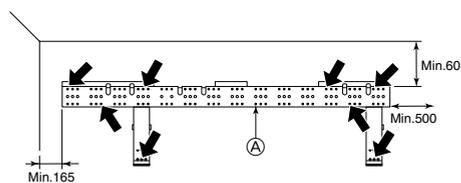

Fig. 3-4
- ▶ Väggfästet måste säkras på båda ändarna och i mitten om möjligt. Gör aldrig fast den på en enda plats eller på ett icke-symmetriskt vis. (Om möjligt, gör fast anordningen på alla platser markerade med en pil i fet stil.) (Fig. 3-4)